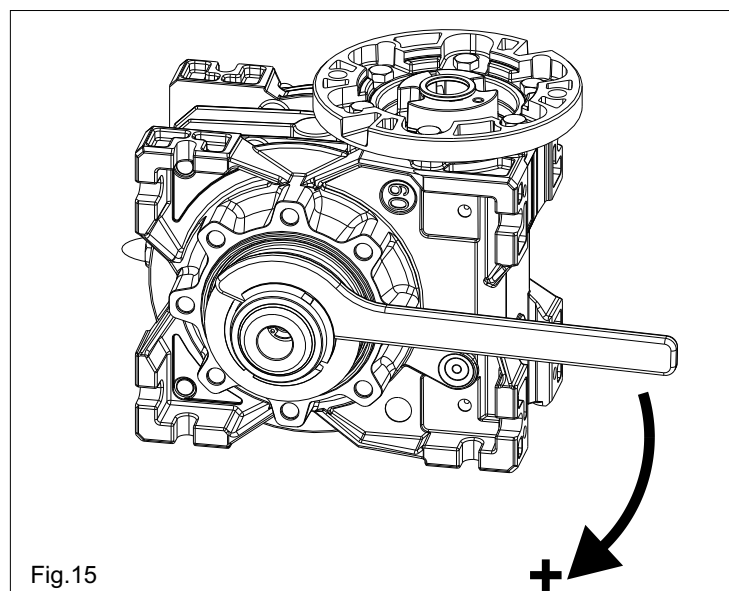

Fig. 15
- Pour **augmenter** le couple, tourner la clé **dans le sens des aiguilles d'une montre** (Fig. 15).